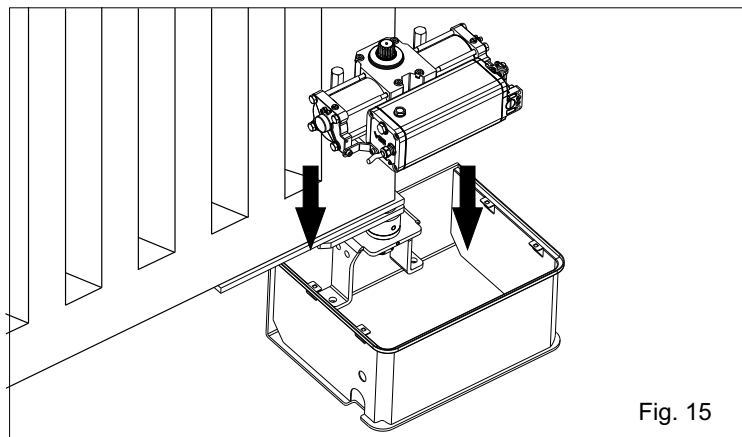
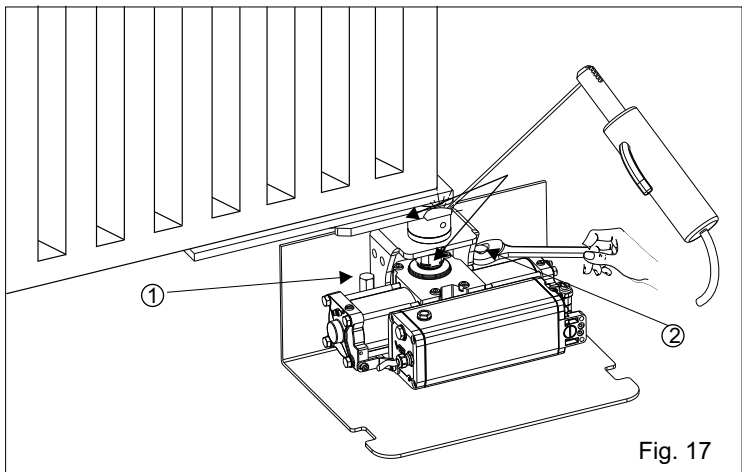

Fig. 15
Fig. 17
4.1. Introduire l'opérateur manuellement à l'intérieur de la caisse portante (Fig. 15) et insérer l'arbre cannelé de l'opérateur dans la boucle cannelée de la caisse en fixant l'actuateur avec les vis spéciales comme en Fig.17.